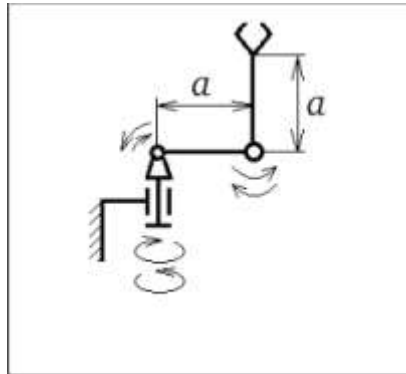

Рисунок 8. Исходные данные к практическому заданию 1.8
1.8. Произвести аналитический расчёт и графическое отображение рабочей зоны робота-манипулятора, основанного на сферической системе координат. Выразить результат вычислений через переменную расстояния «а». Исходные данные рис.8.